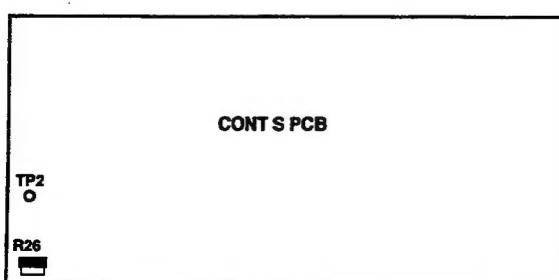

Fig. 2-10
- Connect the DC voltmeter between TP2 (Fig. 2-10) on the CONT S PCB and GND.
- When blank tape MTT-5512 is played back in the REV /PLAY mode, adjust R26 (Fig. 2-10) on the CONT S PCB so that the voltage at TP2 reads 2.5 V.
- CONT S PCBのTP2 (図2-10)とGND間にDC電圧計を接続する。
- REV/PLAYモードで、ブランク・テープ MTT-905 を再生したとき、TP2の電圧が 2.5Vになるように CONT S PCBの R26 (図2-10)を調整する。